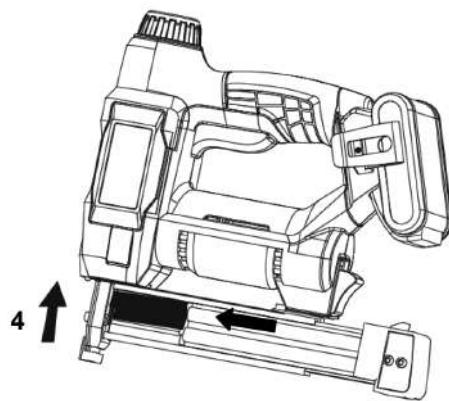

Рис. 5
- При установке крепежных элементов прижмите их к верхней части магазина и переместите влево до упора (Рис. 5). Закройте затвор магазина до щелчка.